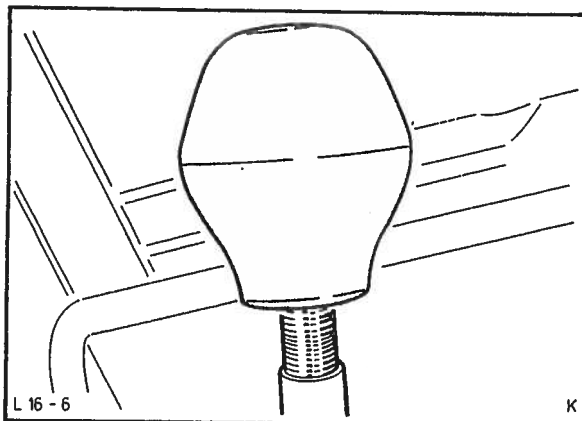

Fig. 16 Skru av gearspakens kule.
10. Skru av gearspakens kule, fig. 16 og demonter midtkonsollen fra tunnellen. Hvis montert, kople fra ledninger til klokke og sigaretttenner.